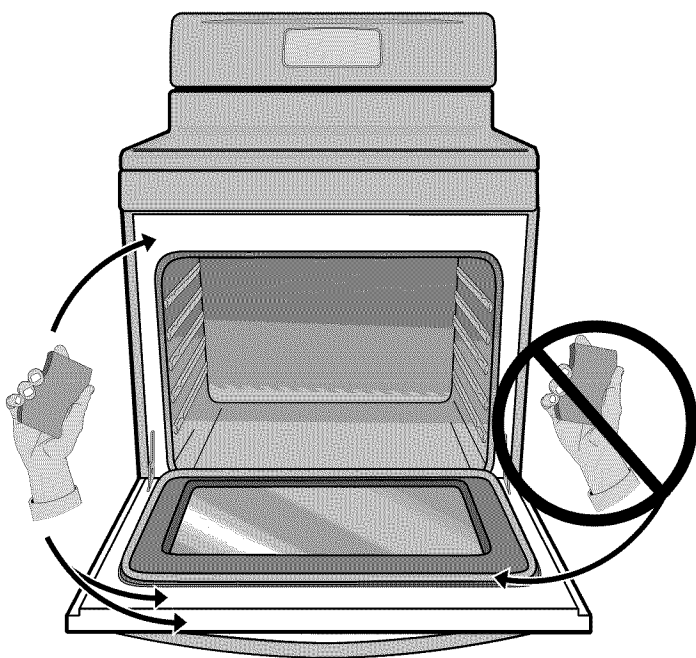

Fig. 1
- Nettoyez toute saleté sur le cadre de la cuisinière, le revêtement de la porte autour du joint et la petite surface située au centre, devant, sur la sole du four (fig. 1). Ces zones chauffent suffisamment pour que la saleté y brûle. Nettoyez-les avec de l'eau savonneuse avant de lancer l'autonettoyage Select Clean (fig. 1).
- NE NETTOYEZ PAS** le joint de la porte (fig. 1). Ce joint tissé est essentiel à la bonne étanchéité du four. Prenez soin de ne pas frotter, endommager ni retirer le joint. **N'UTILISEZ AUCUN** produit de nettoyage sur le joint de la porte. Cela pourrait endommager le joint de la porte.